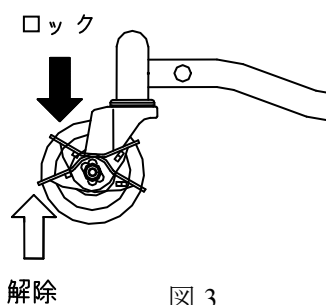

図.3
- 5) 使用目的に応じた場所に本製品を移動させ、ブレーキをロックし固定してください。(図.3)